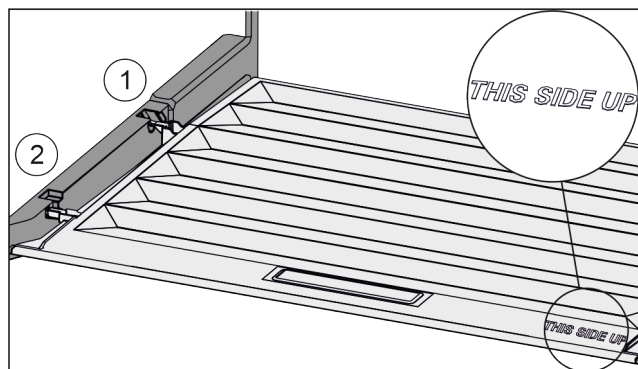

Fig. 61
- ▶ Пъхнете шийките на капака през отвора в задния държач Fig. 61 (1) и фиксирайте отпред в държача Fig. 61 (2).